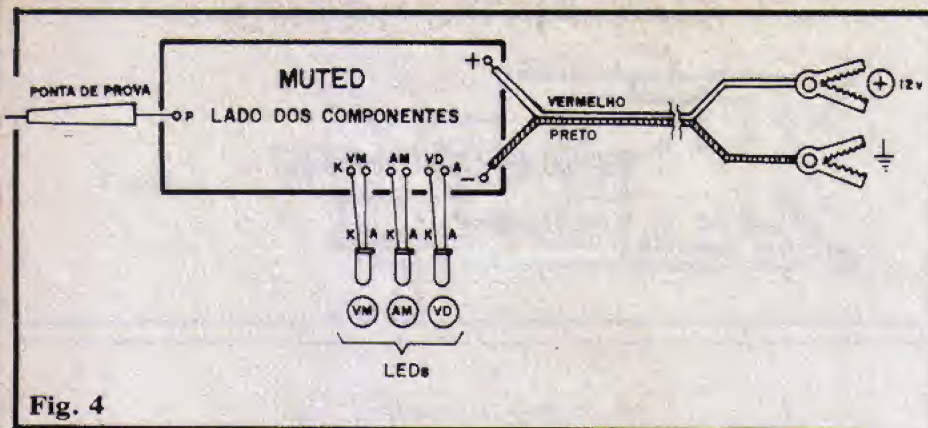

Fig. 4
- FIG. 4 - Diagrama das conexões externas à placa... Tudo muito simples, devendo o Leitor/Hobbysta observar principalmente as polaridades (identificação dos terminais) dos três LEDs, bem como suas cores em relação às posições que ocupam (VM = vermelho, AM = amarelo, VD = verde...). Outro ponto que exige atenção é a correta codificação da polaridade da cabagem de alimentação, com o fio **vermelho** dirigindo-se à garra do **positivo** e fio **preto** ao **negativo**, conforme é norma. Notar que o cabo vermelho/preto deve ser relativamente longo, para proporcionar uma utilização confortável, mesmo nos mais escondidos "recôn-